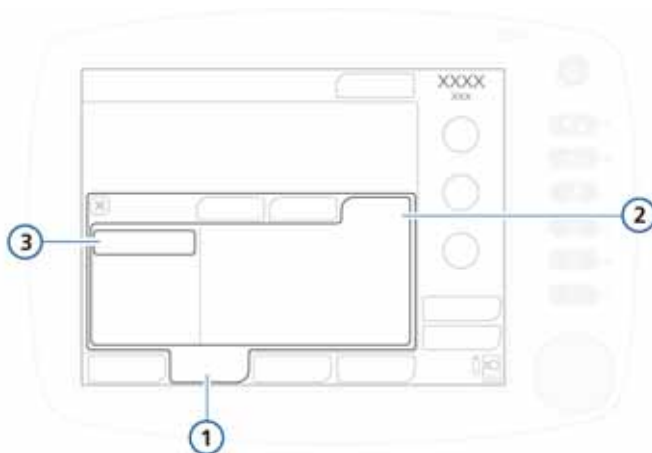

Рисунок 3-8. Окно «Перед. Дан.» 1
2. Выберите «**Утилиты**» -> «**Перед. Дан.**» (рис. 3-8), а затем – «**Журнал эксп. данных**».